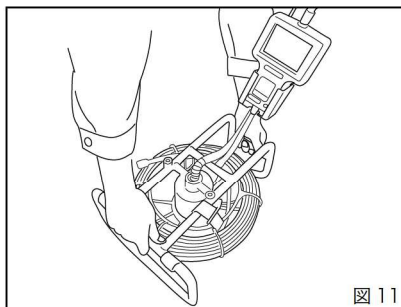

図 11
①設置の際には本体を両手で持ち、ゴム足側を下にして静かに置いてください。(図 11)